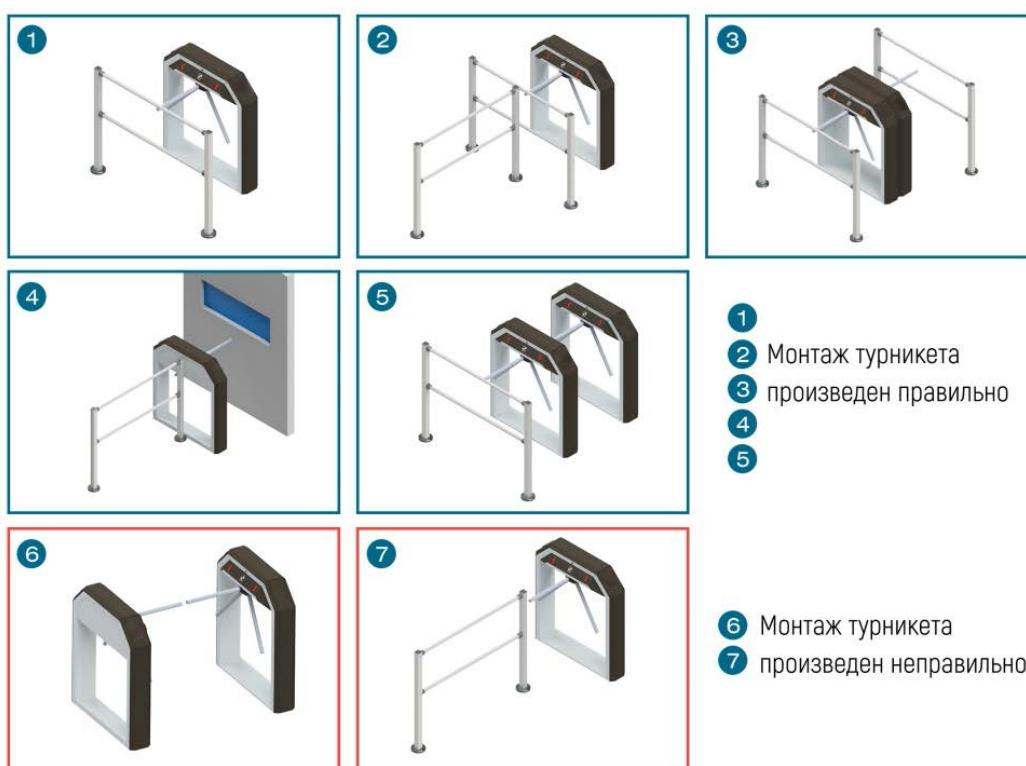

Рисунок 13 – Правильные и неправильные варианты монтажа турникета
- 3 Сверление производить сверлом диаметром 16 мм. В отверстия установить распорные дюбели диаметром 16 мм и длиной 80 – 120 мм (рис. 13).